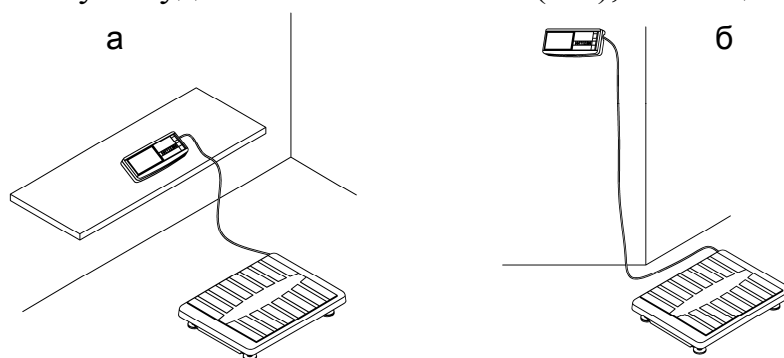

Рисунок 6.1 - Варианты размещения устройства индикации:
- выбрать удобный вариант размещения устройства индикации для работы с весами (рисунок 6.1).